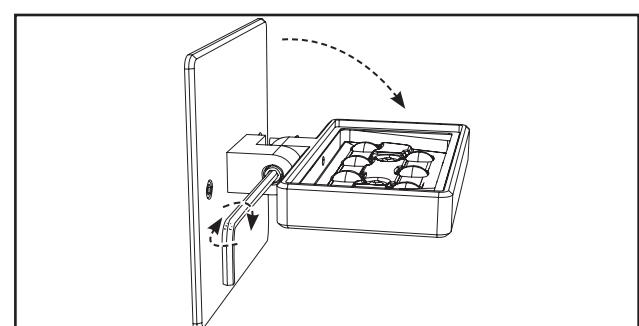

Figure 4.
6. À l'aide d'une clé Allen de 9/64 po, desserrez le boulon de l'articulation et inclinez la tête du luminaire pour la faire passer de la position de verrouillage, utilisée pour l'expédition, en position normale. Serrez le boulon de l'articulation à l'aide d'une clé Allen de 9/64 po. (Figure 4.)